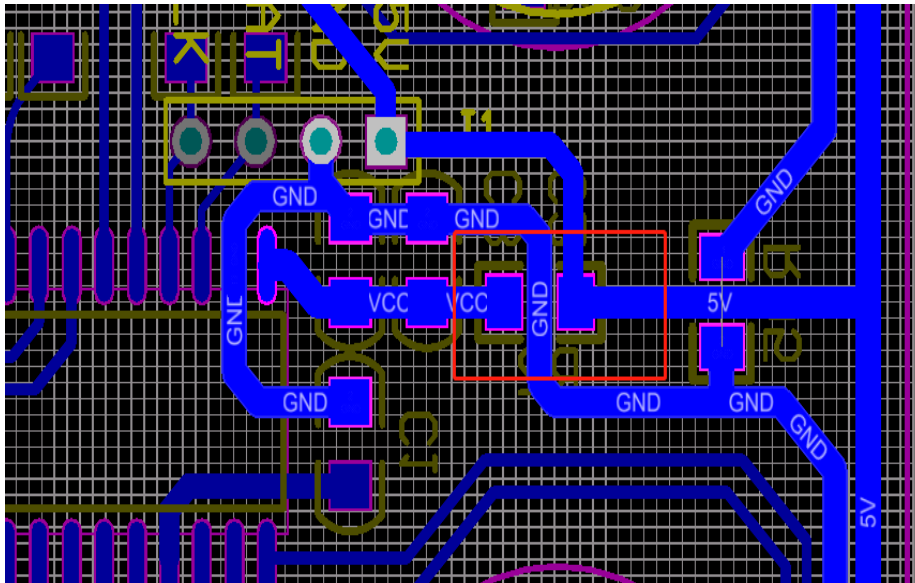

图 12
2) 功率部分与 MCU 控制部分的电源分离，可在芯片 VDD 输入前端串二极管或 10R 电阻并接大电容，防止芯片输入电压瞬时抖动，功率部分应在二极管或 10R 电阻前取电，如下图 12 所示: